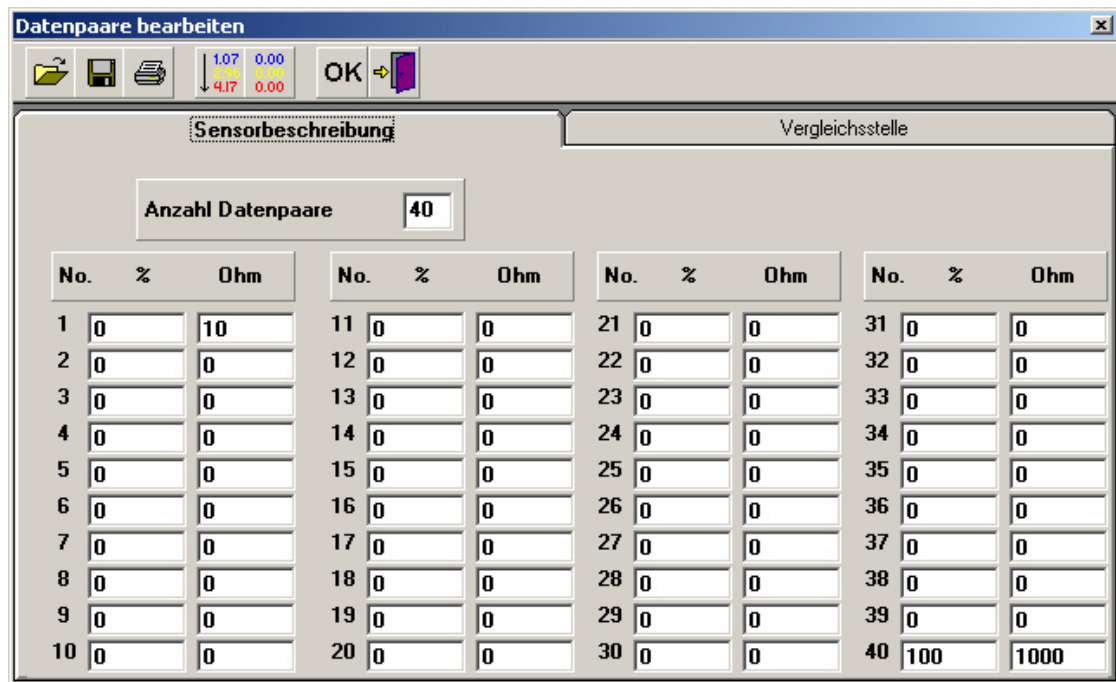

Bild 6: Linearisierung und Vergleichsstellenkompensation mit Wertepaaren für Transmitter TT 40 C/R
- ➔ Das Fenster "Kundenspezifische Linearisierung bearbeiten" (bei TT 3X, siehe Bild 5) bzw. "Datenpaare bearbeiten" (bei TT 40 C/R, siehe Bild 6) öffnet sich.